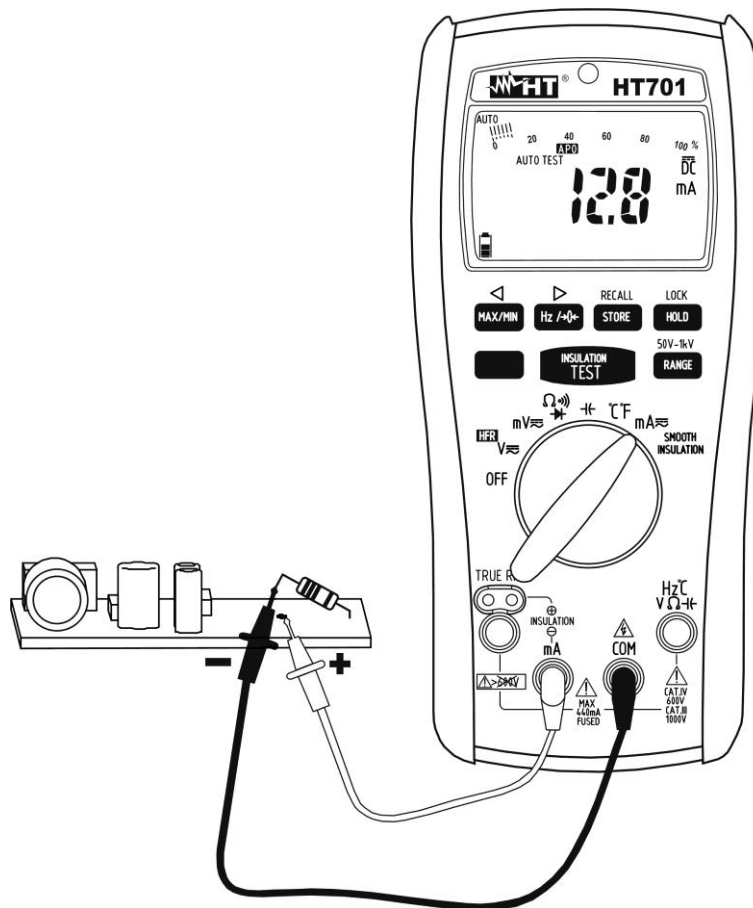

Fig. 4: Uso do instrumento para medir Correntes CC
6. Ligar a ponteira vermelha e a ponteira preta em série com o circuito de qual se pretende medir a corrente respeitando a polaridade e o sentido da corrente (consultar o Fig. 4).
9. A visualização do símbolo "-" no display do instrumento indica que a corrente tem sentido oposto em relação à ligação da Fig. 4.